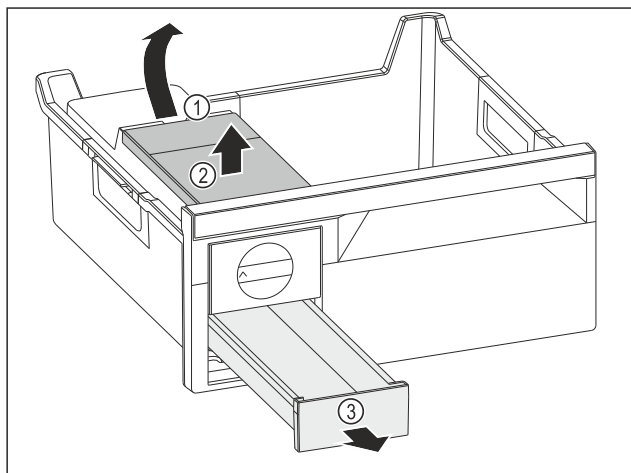

Fig. 164
- Wassertank entnehmen: Wassertank an der Aussparung Fig. 164 (1) anheben.
- Wassertank Fig. 164 (2) nach oben entnehmen.
- Eiswürfelschubfach Fig. 164 (3) nach vorne entnehmen.